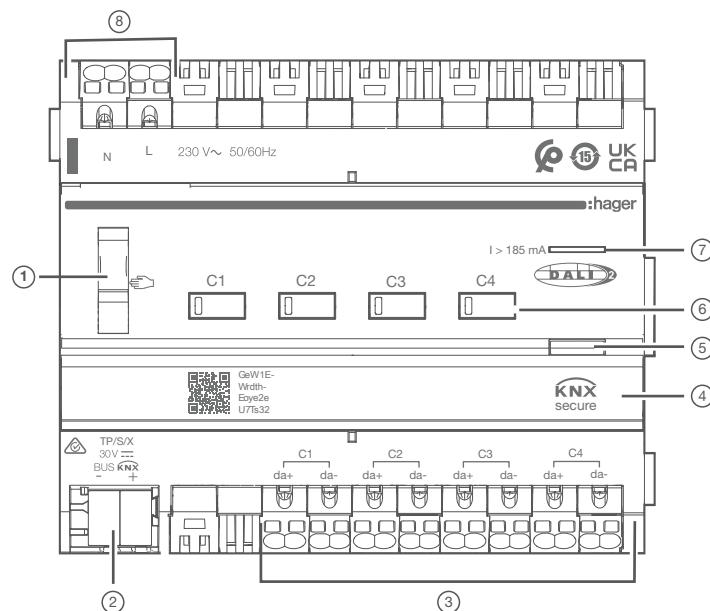

Fig. 2 : Composition de l'appareil TYAS664D
- Pousser le contacteur (Fig. 2/1) sur la position . Le mode manuel est activé.
Les sorties peuvent être commandées indépendamment les unes des autres à l'aide des boutons de commande (Fig. 2/6).
- Pousser le contacteur (Fig. 2/1) en position **AUTO**.
Le mode manuel est désactivé. Les commandes se font exclusivement à partir du bus KNX. Le niveau de luminosité défini par la commande bus est appliqué. L'état de commutation est indiqué par la LED d'état de la touche de commande (Fig. 2/6).